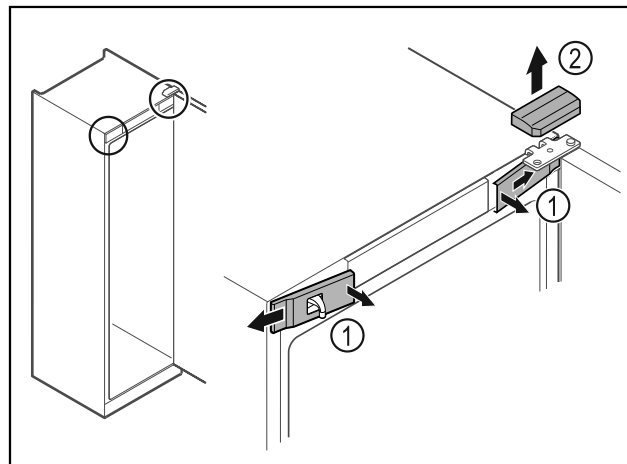

Fig. 11
- ▶ Trekk de innvendige dekslene foran Fig. 11 (1) ut av stilling, og ta dem av sidelengs.
- ▶ Trekk det øvre dekselet Fig. 11 (2) opp og av.